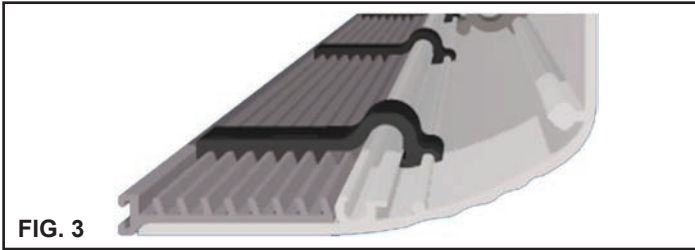

FIG. 3
Para retirar completamente la carcasa de la automatización pulse en la parte terminal de los espárragos (B) presentes en las articulaciones de sostén y extráigalos tirando desde la parte opuesta (Fig.1). Sostenga manualmente la carcasa antes de extraer el espárrago. En la parte inferior de la carcasa es posible montar un perfil compensador opcional que permite cerrar el espacio entre el cerramiento y la carcasa para mejorar el impacto estético de la automatización. Para regular la profundidad del perfil compensador es necesario separar la carcasa de la automatización y apoyarla en una superficie plana Fig.3. Posicione el perfil compensador como se ilustra en la figura y fíjelo a la carcasa mediante las pinzas correspondientes